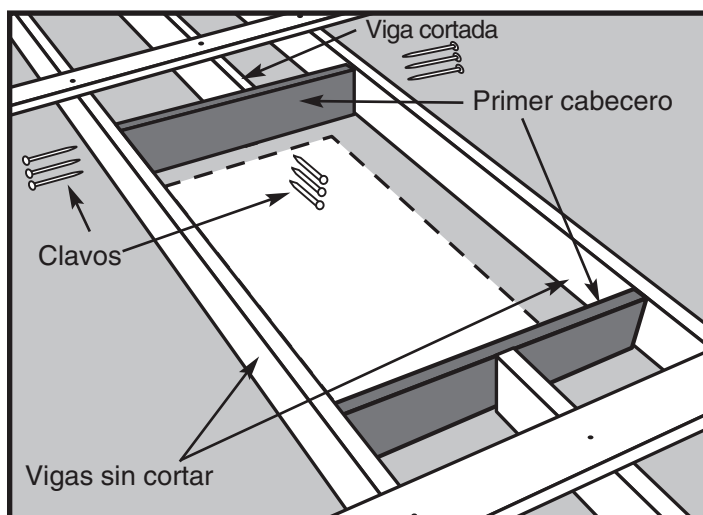

Figura 15
PASO 3. Coloque uno de estos cabeceros contra el extremo de la(s) viga(s) cortada(s) (vea la Figura 15). Debe ajustar perfectamente entre las vigas sin cortar.
PASO 4. Ponga el cabecero a escuadra respecto a la viga no cortada, y únalo al extremo de la(s) viga(s) cortada(s) con tres (3) clavos 16d (vea la Figura 15).
PASO 5. Revise el cabecero para verificar su escuadra, y luego inserte tres (3) clavos 16d en cada extremo del cabecero, a través de cada viga (vea la Figura 15).